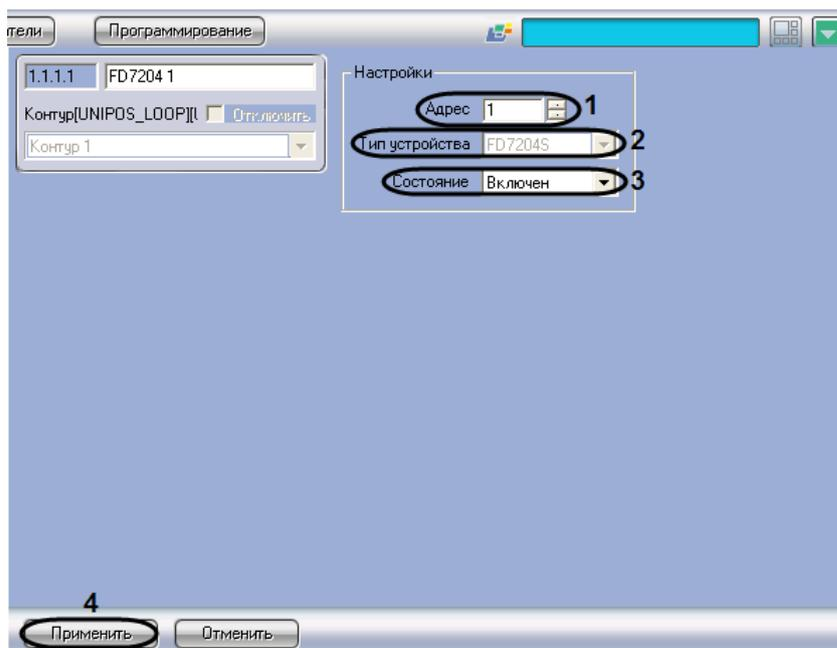

Рис. 3.6-14 Задание параметров адресной сирены FD7204
1. Перейти на панель настройки объекта **FD7204** (Рис. 3.6-14)
2. В поле **Адрес** ввести с помощью кнопок **вверх-вниз** адрес сирены FD7204 в CAN-сети ОПС *Unipos* (см. Рис. 3.6-14, **1**).
Примечание. В поле **Тип устройства** автоматически отображается тип подключенной сирены (см. Рис. 3.6-14, **2**).
3. Из раскрывающегося списка **Состояние** выбрать состояние (**включен/выключен**) сирены FD7204 (см. Рис. 3.6-14, **3**).
4. Для сохранения настроек во внутренней базе данных ПК *Интеллект* нажать кнопку **Применить** (см. Рис. 3.6-14, 4).